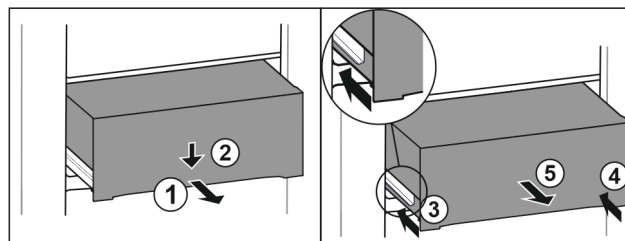

Fig. 113
- Tirer le tiroir jusqu'à mi-chemin. Fig. 113 (1)
- Appuyer sur l'avant du tiroir vers le bas. Fig. 113 (2)
- Insérer le rail gauche d'env. 2 cm. Fig. 113 (3)
- Insérer le rail droit d'env. 2 cm. Fig. 113 (4)
- Retirer le tiroir par l'avant. Fig. 113 (5)